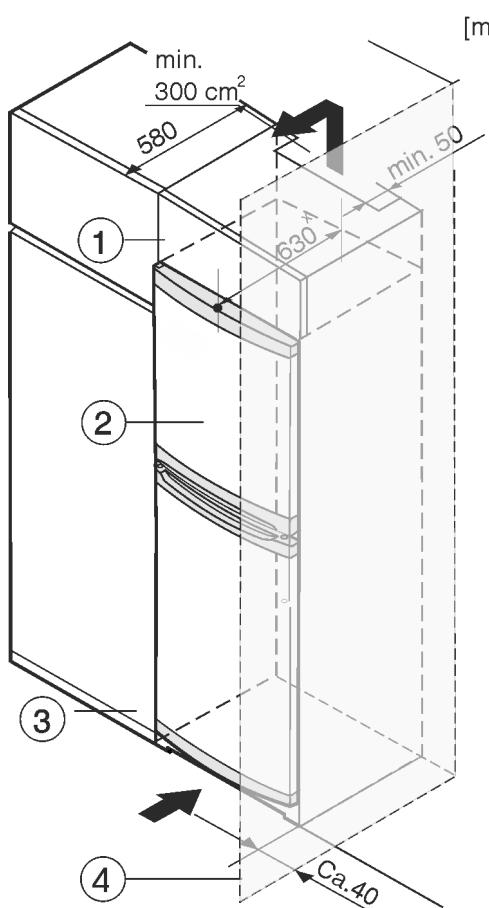

Fig. 8
- (1)** Дополнительный шкафчик
(2) Устройство
(3) Кухонный шкаф
(4) Стена
Устройство может быть окружено кухонными шкафами. Чтобы уравнять устройство Fig. 8 (2) по высоте с кухонной стенкой, можно установить над устройством дополнительный шкафчик Fig. 8 (1).
При комбинировании с кухонными шкафами (глубина макс. 580 мм) устройство можно установить непосредственно рядом с кухонным шкафом Fig. 8 (3). Устройство выступает сбоку на 34 мм и по центру на 50 мм относительно передней стенки кухонного шкафа.
Если устройство установлено на шарнирах у стены Fig. 8 (4), то расстояние между устройством и стеной должно быть не менее 40 мм. Настолько выступает ручка при открытой дверце.